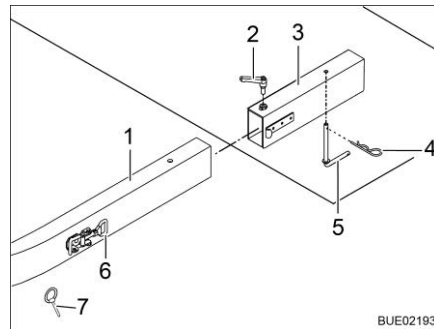

Fig. 6 Fixation sur le véhicule
- Insérer les deux longerons (Fig. 6,1) du porte-charges dans les éléments de réception (Fig. 6,3) disposés sur le véhicule.
- Emboîter le levier d'embrochage (Fig. 6,5) par le bas à travers les perforations du longeron et l'élément de réception et bloquer avec une goupille ressort (Fig. 6,4).
- Fermer la fermeture de serrage (Fig. 6,6) et bloquer avec une goupille de sécurité (Fig. 6,7).
- Serrer le levier de serrage (Fig. 6,2).